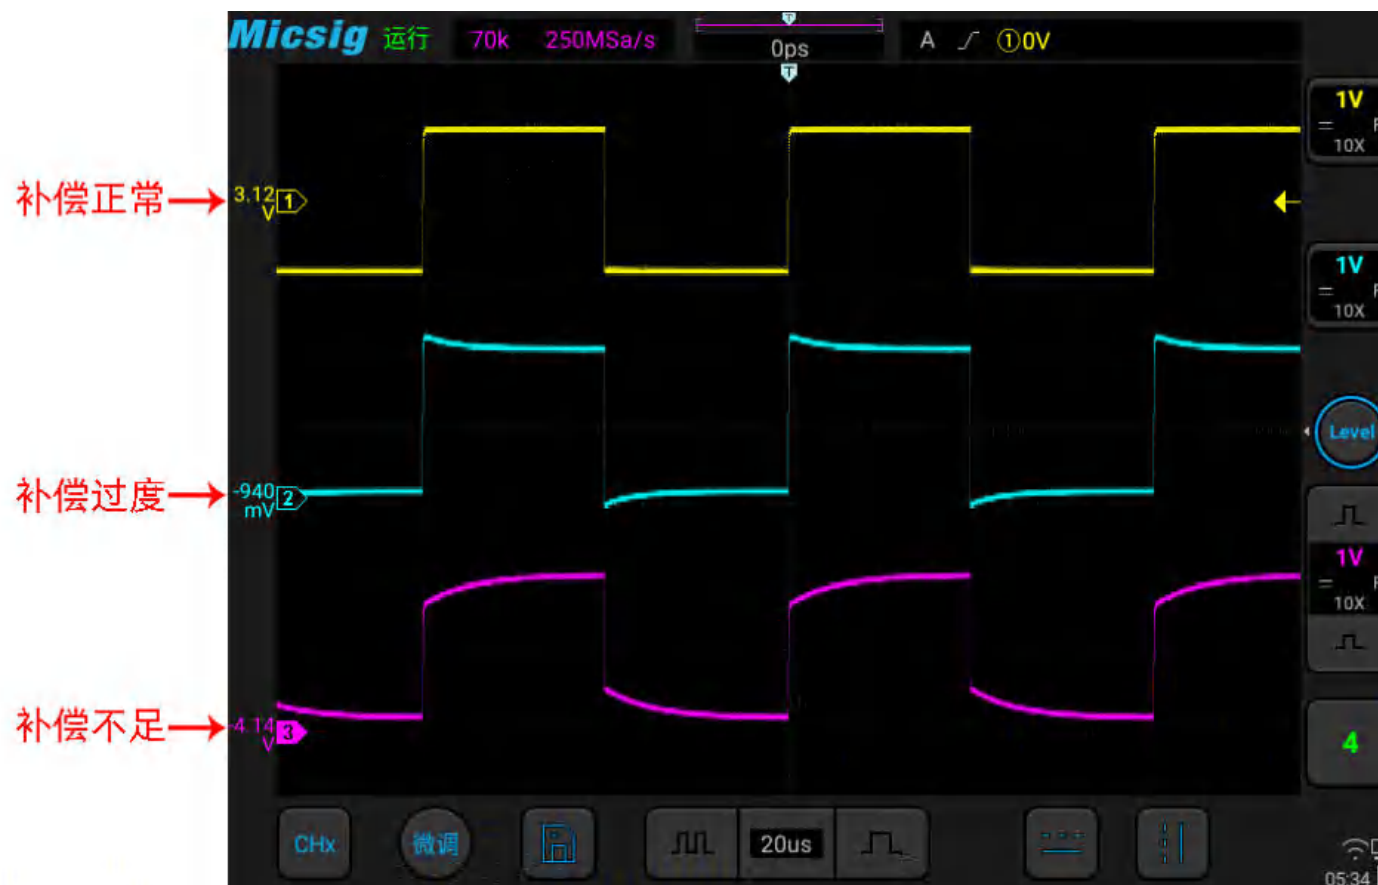

图2-14 探头补偿
- 5) 轻点  键或者手动调节波形垂直灵敏度、水平时基。观察波形形状，见图 2-14。